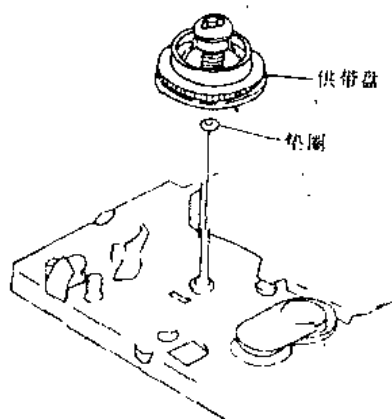

图 1-31
②拆卸张力臂和张力带 [参见(8)]。
③拉出供带盘，如图1-31所示。